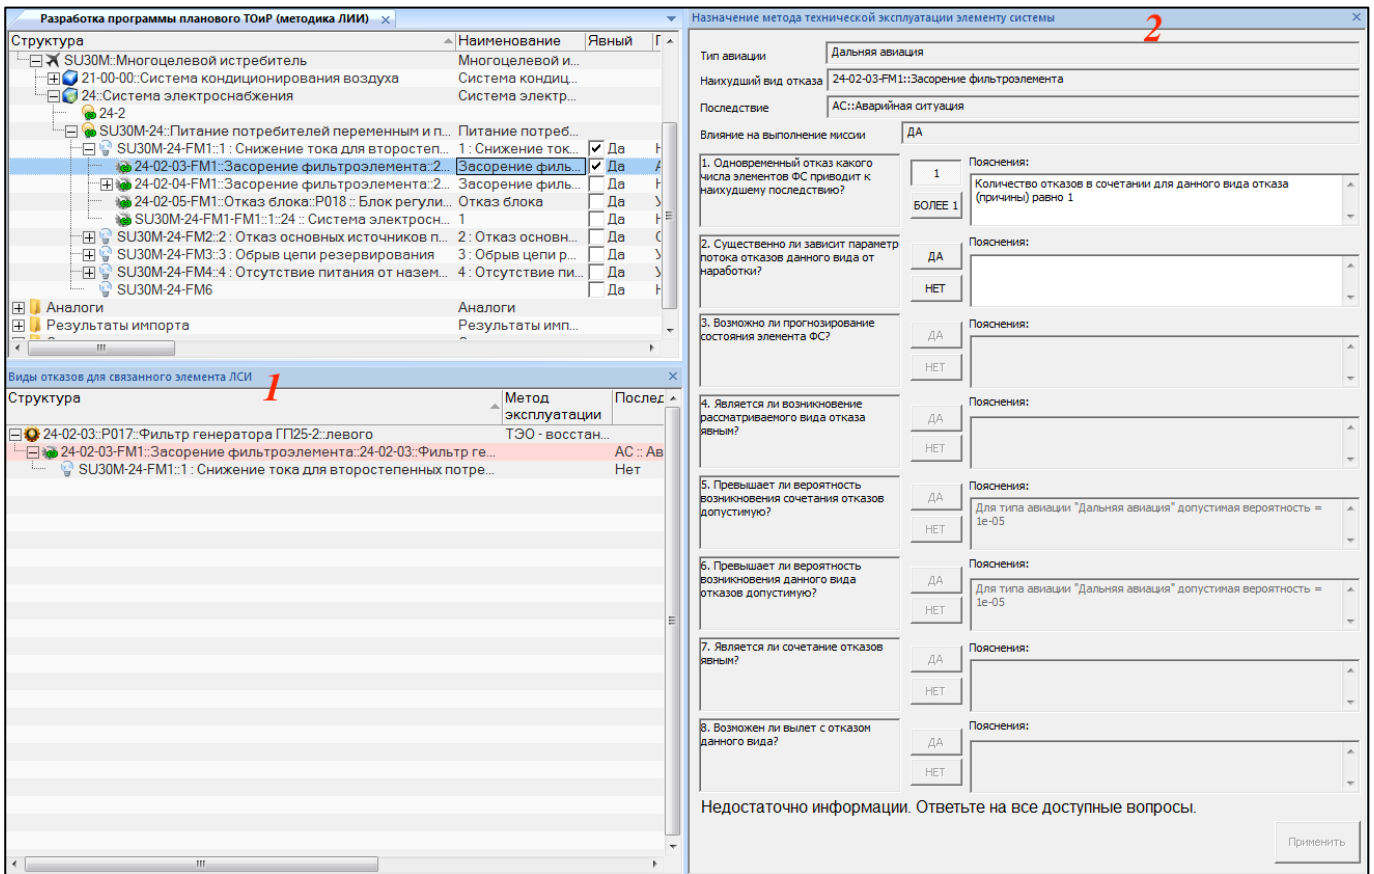

Рис. 11-92 – Группа рабочих окон для назначения метода ТЭ элементу ФС
2) Нажать кнопку «Назначение метода ТЭ элементам системы» (2).
3) В результате откроются рабочие окна «Виды отказов для связанного элемента ЛСИ» (1 на рис. 11-92) и «Назначение метода технической эксплуатации элементу системы» (2).